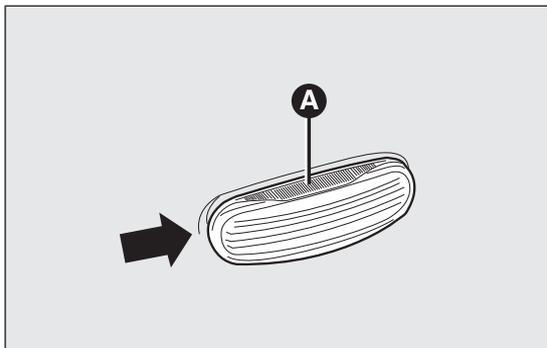
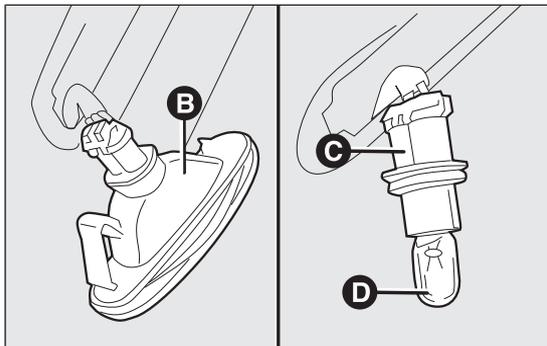

fig. 138
fig. 139
- agir sur le transparent A fig. 138 afin de comprimer le ressort interne B fig. 139, puis désolidariser le groupe vers l'extérieur ;